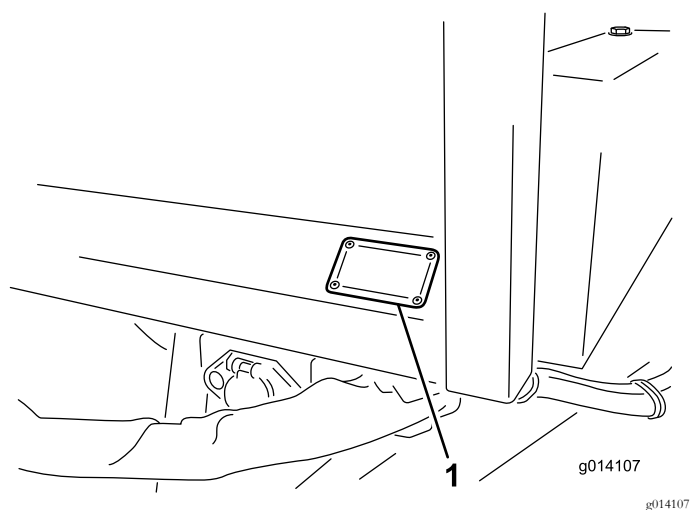

図 23
14. デカル136?-7585を、バッテリー正面の規制表示デカルの隣に貼り付ける 図 23。